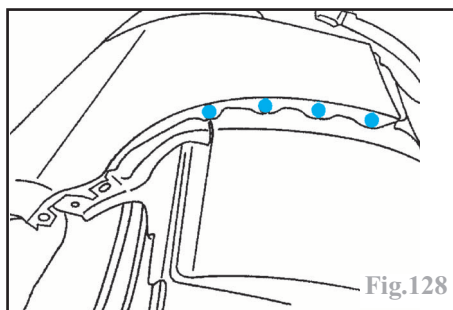

Fig.128
- par points bouchons au **MIG** et meuler (Fig.128).